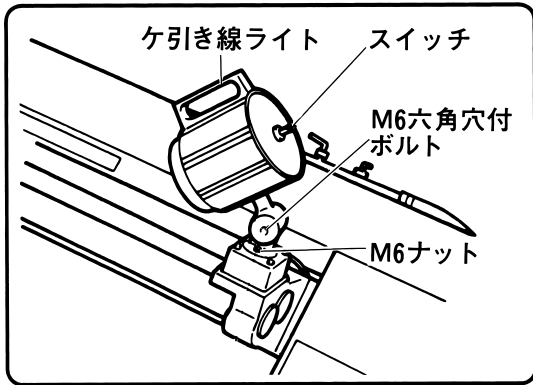

図 25
- 注** ケ引き線ライトに切削液・水等をかけないようにしてください。ケ引き線ライトの故障の原因となります。(図25)
- ケ引き線ライトの位置調整が終わりましたらM6六角穴付ボルトとM6ナットを十分に締付けます。(図25)